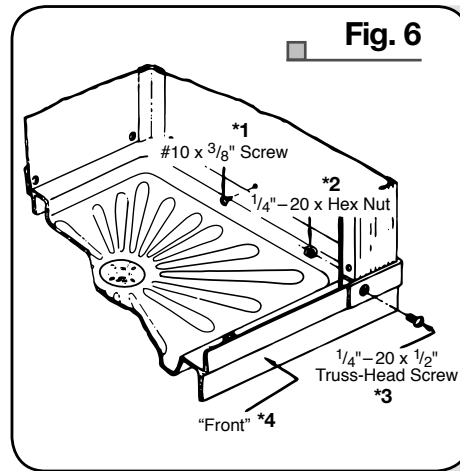

Fig. 6
6. From the outside, insert a 1/4" – 20 x 1/2" Truss Head Screw in the Base and through the pre-punched hole in the Front Support. Secure with a 1/4" x 20 Hex Nut on the inside. Repeat for the remaining Front Support. Insert a #10 x 3/8" Truss Head Tapping Screw into the pre-punched center hole of the back panel (this will align the panel to the base.) Follow the same procedure for both side panels. Tighten all three center screws, then start the remaining six screws. After all screws are started, tighten securely. (Fig. 6)
6. Desde el lado de afuera, coloque los tornillos en cruz de 1/4" – 20 x 1/2" en el plato y a través del orificio marcado en el soporte frontal. Asegúrelo con una tuerca hexagonal 1/4" x 20 desde el lado de adentro. Repita el proceso para el otro soporte frontal. Inserte un tornillo rosca de cabeza en cruz #10 x 3/8" en el orificio central marcado del panel trasero (esto alineará el panel al plato). Realice el mismo procedimiento para los dos paneles laterales. Ajuste los tres tornillos del centro y luego coloque los otros seis. Después de poner todos los tornillos en su lugar, ajústelos hasta que queden firmes. (Fig. 6)
6. Depuis l'extérieur de la cabine, insérez une vis à tête bombée n° 20 de 1/4 x 1/2 po dans la base et dans l'un des trous du support avant. Serrez en place de l'intérieur avec un écrou n° 20 de 1/4 po. Procédez de la même façon pour l'autre support avant. Insérez une vis autotaraudeuse à tête bombée n° 10 de 3/8 po dans le trou central du panneau arrière pour aligner le panneau et la base. Procédez de la même façon pour les 2 panneaux latéraux. Serrez les 3 vis centrales, puis insérez les 6 vis restantes. Une fois les 6 vis en place, serrez-les à tour de rôle. (Fig. 6)